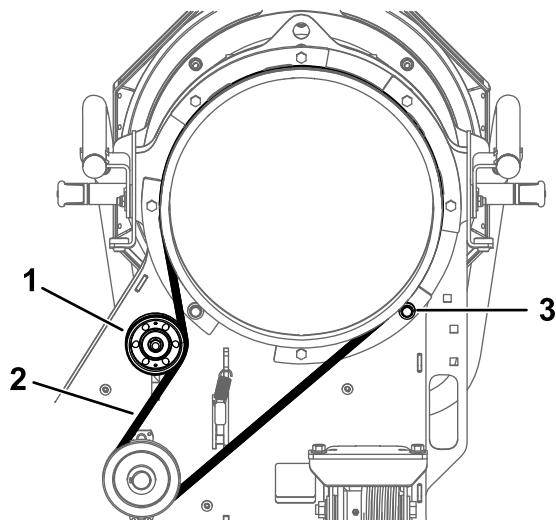

Figure 30
1. Boulon (3)
4. Desserrez l'écrou sur la poulie supérieure et poussez la poulie vers le haut pour détendre la courroie (Figure 30).
5. Déposez le roulement à rouleaux (Figure 30).
6. Enlevez la courroie et remplacez-la par une neuve (Figure 30).
7. Reposez le roulement à rouleaux (Figure 30).
8. Descendez la poulie supérieure jusqu'à obtention d'une flèche de 5 mm (0,19 po) au centre du grand brin, et serrez l'écrou (Figure 30).